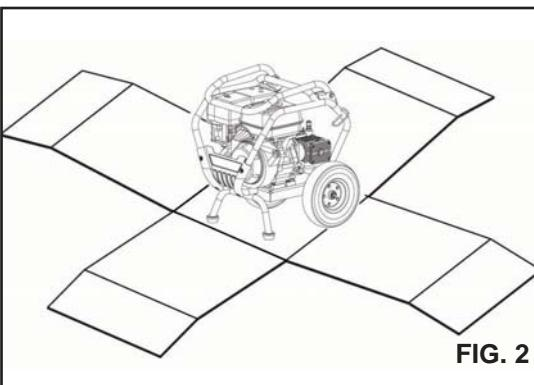

FIG. 2
2. Couper les quatre coins de la boîte, du haut vers le bas, et mettre les côtés à plat sur le sol. (Fig. 2)